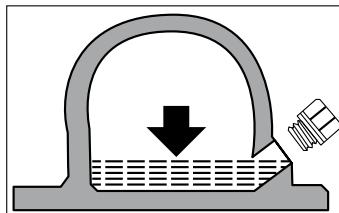

Рис. 23
- После заправки убедитесь, что уровень масла соответствует нижней кромке контрольного отверстия (рис. 23).
4. Залить в вибратор необходимый объем масла (рис. 23). Используйте для этого воронку.